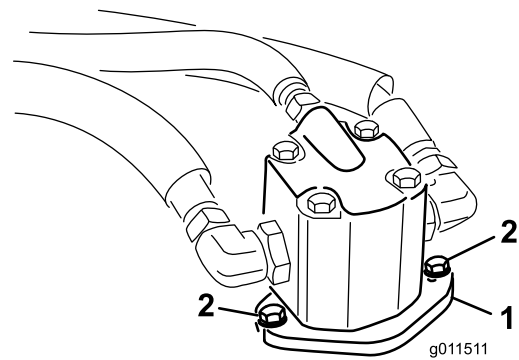

Figura 70
4. Retire los pernos que sujetan el motor hidráulico a la carcasa de corte (Figura 70).